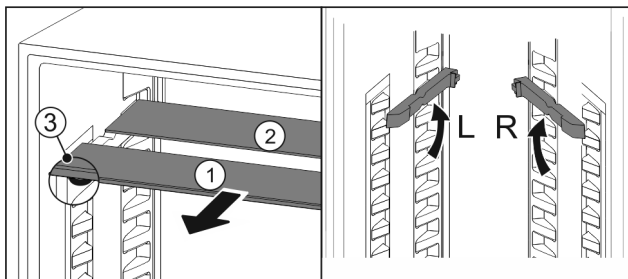

Fig. 20
- ▶ Izvucite Fig. 20 (1) staklene ploče jednu po jednu prema naprijed.
- ▷ Staklena ploča Fig. 20 (1) s ukrasnom letvicom nalazi se srijeda.
- ▷ Zaustavljači Fig. 20 (3) su usmjereni prema dolje.